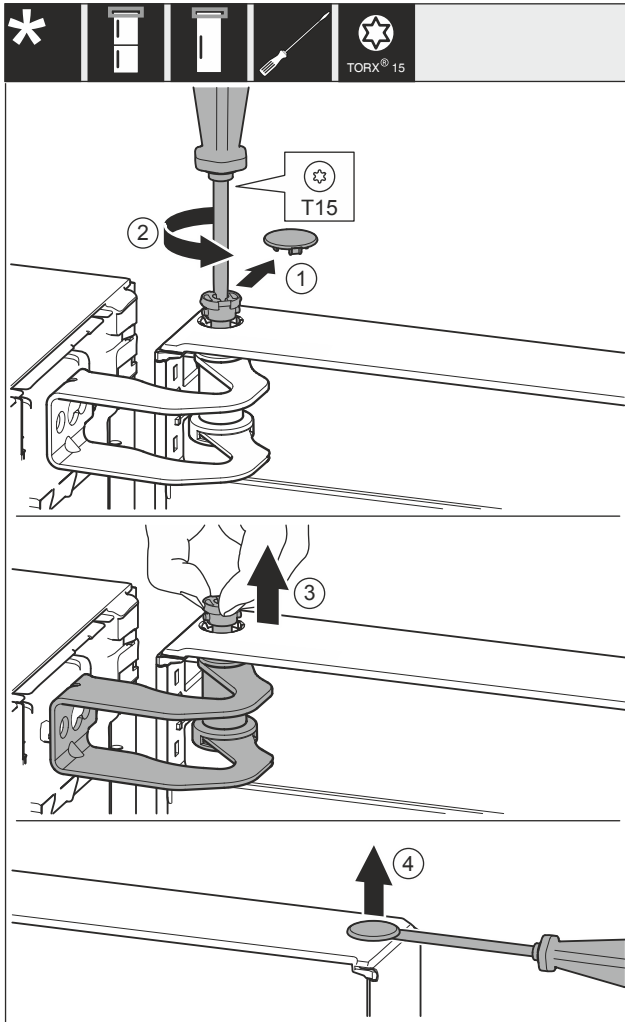

Fig. 8
- Hiqni me kujdes kapakun mbulues Fig. 8 (1).
- Lironi paksa bulonin Fig. 8 (2) me një kaçavidë.
- Nxirrni jashtë bulonat Fig. 8 (3) me gishta.
- Ngrini me kujdes kapakun mbulues Fig. 8 (4) me një kaçavidë dhe hiqeni.